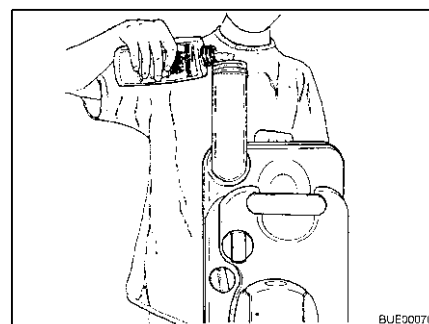

Fig. 198 Rifornimento di liquido sanitario
- Versare la quantità indicata di liquido sanitario nel serbatoio fecale (Fig. 198).